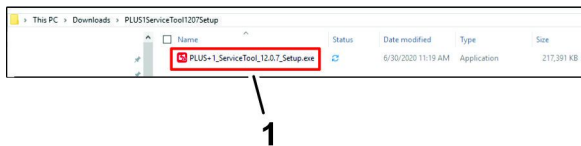

図 21
- PLUS1SERVICETOOL1207SETUPディレクトリで、PLUS+1_ServiceTool_12.7_Setup.exeファイル (図 21) をダブルクリックする。